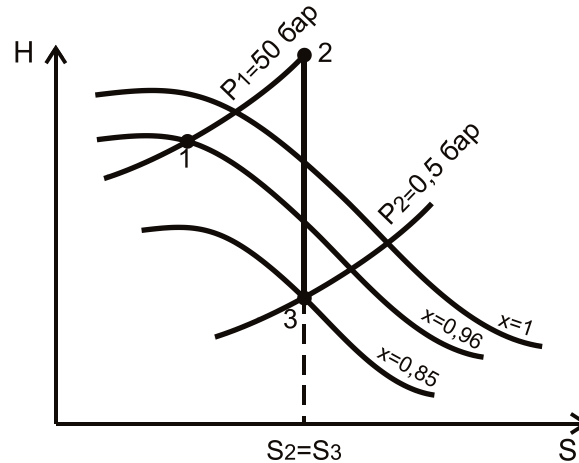

Рис. 1.29
*Решение.* По  $hs$ -диаграмме для водяного пара (рис. 1.29) находим состояние отработавшего в турбине пара при  $P_2 = 0,5$  бар,  $x_2 = 0,85$  (точка 3). Поскольку в турбине процесс расширения адиабатный, то проводим из точки 3 адиабату до пересечения с изобарой  $P_1 = 50$  бар (точка 2), определяем энтальпию перегретого пара  $h_2 = 3200$  кДж/кг. Энтальпия пара в начальном состоянии при  $P_1 = 50$  бар и  $x_1 = 0,96$  имеет значение  $h_1 = 2720$  кДж/кг.